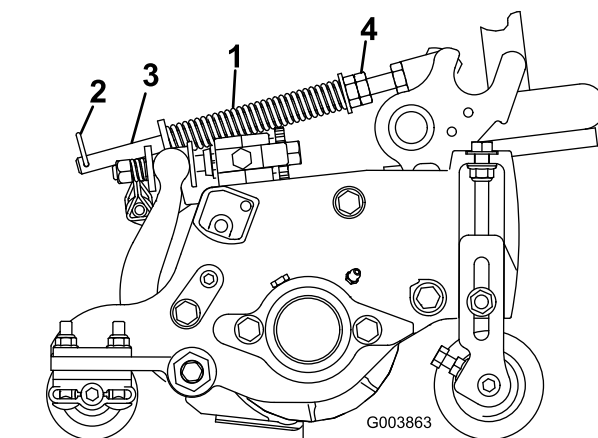

図 23
1. スプリングロッドの後穴にヘアピンコッターを忘れずに取り付けてください 図 23。
2. スプリングロッド前部の六角ナットを締めて、スプリング圧縮状態の長さが159mm になるようにする 図 23を参照。